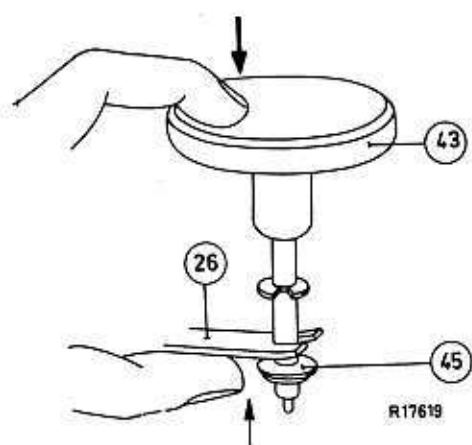

Fig.17
1. Placer l'appareil dans la position "hors circuit" (voir fig.17).